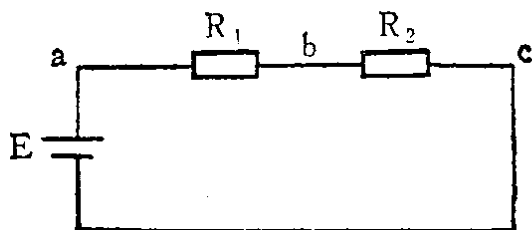

图 1-1 电压和电位
3) 电压、电位和电位差 在负载电路中,之所以有电流产生是因为电荷受电场力的作用。在图 1-1 中,电场力将单位正电荷由电路中的 a 点移到 b 点所做的功,称为 a 、 b 两点之间的电压,用 U_{ab} 表示,单位是伏特,简称伏,用 V 表示。
在图 1-1 中,若选 c 为参考点,则电路中各点的电位为: